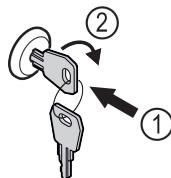

Fig. 171
- Πιέστε μέσα το κλειδί. Fig. 171 (1)
- Περιστρέψτε το κλειδί 90° δεξιόστροφα. Fig. 171 (2)